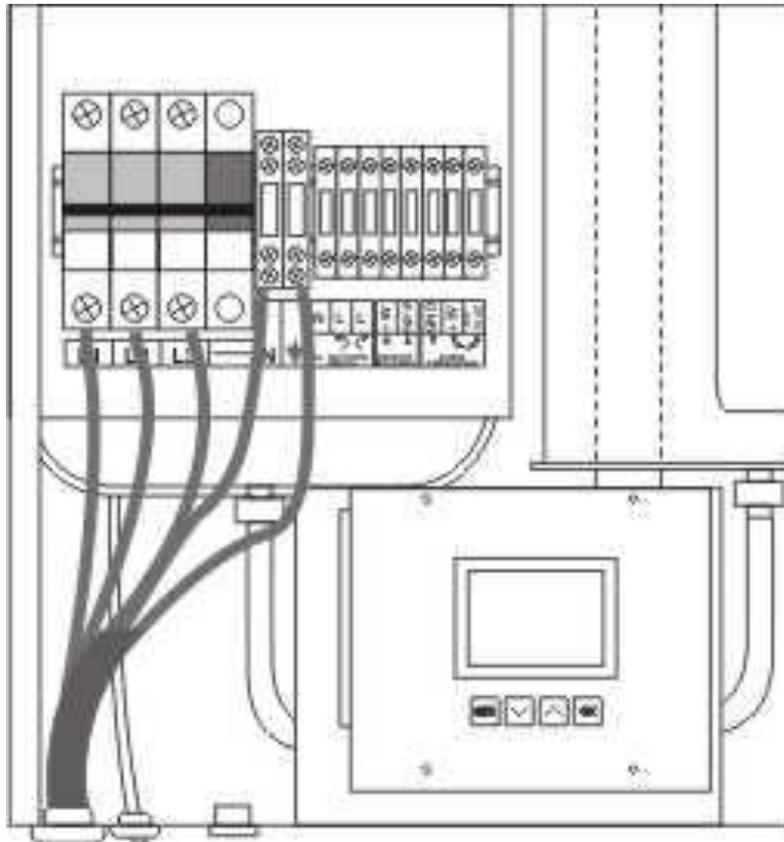

Figure 7 Schéma débranchement du câble d'alimentation
- Le branchement s'effectue selon le schéma de montage de la figure 7.